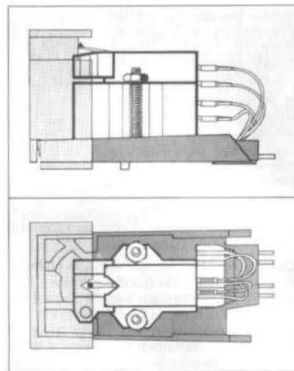

Fig. 15
1. Den Systemträger (6) können Sie vom Tonarm lösen, indem Sie den Tonarmgriff (4) nach hinten drücken. Halten Sie dabei den Systemträger fest, da er nach Öffnen der Verriegelung herunterfällt.
2. Befestigen Sie das Tonabnehmersystem unter Verwendung des dem Tonabnehmersystem beifügten Zubehörs auf dem Systemträger. Zu beachten ist, daß sich die Abtastnadelspitze – von oben betrachtet – mit der V-förmigen Aussparung der Systemlehre deckt (Fig. 15).
1. Vous pouvez retirer le porte-cellule (6) du bras en repoussant la poignée (4) du bravers l'arrière. Maintenez en même temps le porte-cellule qui tombe après ouverture du verrouillage.
2. Fixez la cellule sur le porte-cellule en utilisant les accessoires joints à la cellule. Vérifiez que la pointe de lecture – vue de haut – se superpose à l'encoche en forme de V du gabarit de la cellule (Fig. 15).
1. Detach the cartridge holder (6) from the tonearm by pressing the tonearm lift (4) backward, while holding the cartridge holder with your hand to prevent its falling down when the lock is released.
2. Using the hardware provided, mount the cartridge on the cartridge holder. Make sure that the V-shaped recess of the stylus tip – as seen from above – covers the cartridge gauge (Fig. 15).